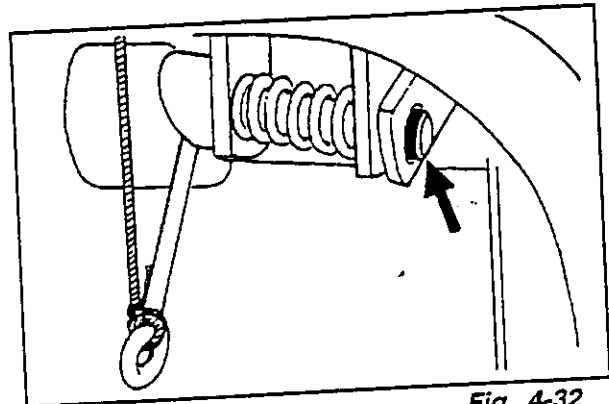

Fig. 4-32
7. ... que engatille el bulón para el seguro de transporte (Fig. 4-32).